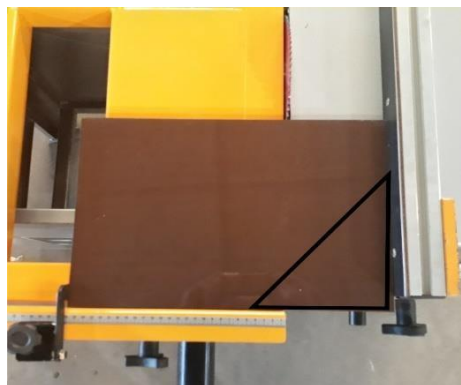

Figura 16 – Esquadro mesa fixa
4. Encoste o Paralelo da Mesa Fixa no MDF e verifique se ele apoia em toda a extensão do MDF, sem deixar aberturas nas extremidades, conforme a **Figura 16**. Caso haja abertura, o Paralelo da Mesa Fixa deve ser regulado;